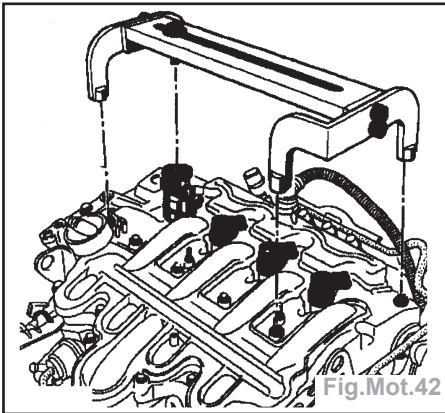

Fig.Mot.42
- Mettre en place le châssis de l'outil **Mot. 1549** sur les vis de fixation du couvre-culasse. Serrer la vis d'extraction jusqu'à libérer l'injecteur de la culasse (Fig.Mot.42).